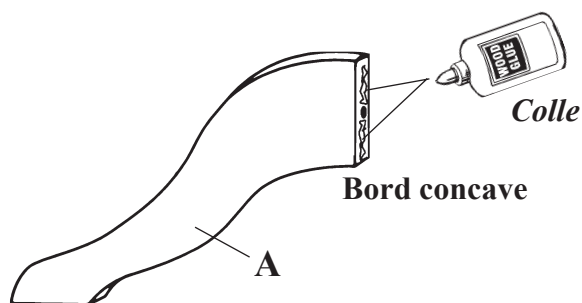
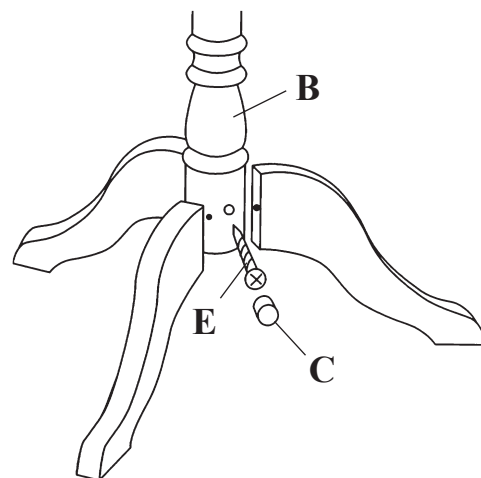

FIG. 1
FIG. 1A
1) Appliquez une couche uniforme de colle sur le bord concave d'un pied (A) qui se monte contre le socle (B). Voir la FIGURE 1. Placez avec soin le pied contre le socle, de manière à ce que le trou ménagé dans le pied s'aligne sur un petit trou ménagé dans le socle. Introduisez la vis no. 12 x 2 ½ po (E) dans le grand trou du socle situé directement en face du pied, puis serrez-la bien dans le pied. Voir la FIGURE 1A. Frottez une petite quantité de savon sur les filetages de la vis pour l'introduire plus facilement. Essayez tout excès de colle autour du pied. Répétez l'étape 1 pour les deux autres pieds. Quand vous avez fini de fixer les pieds, appliquez une fine couche de colle autour du bord des trous de vis du socle, puis introduisez les boutons en bois (C) pour couvrir les trous. Essayez avec soin tout excès de colle autour des boutons.